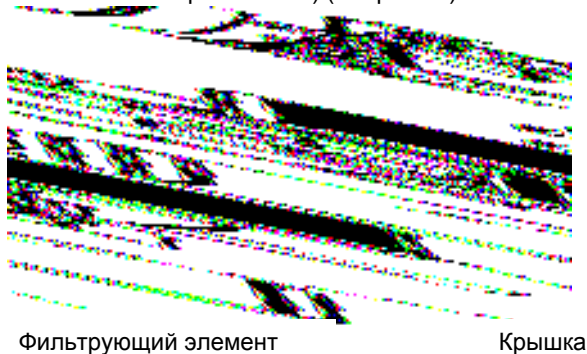

Рис. 17.
1. - (для моделей с двигателем SunGarden): Снять крышку воздушного фильтра и извлечь фильтрующий элемент (бумажный и/или поролоновый) (см. рис.17).